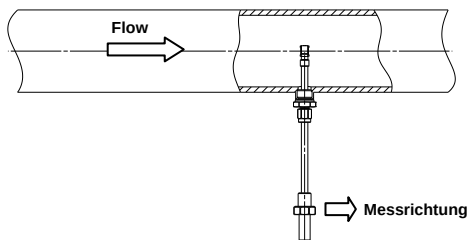
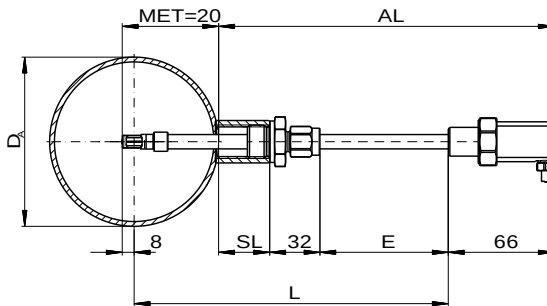

Abbildung 1: Positionierung im Rohr
Abbildung 3
Der Sensor misst die Strömungsgeschwindigkeit nur in der auf Gehäuse und Sensorkopf angezeigten Richtung (Pfeil) korrekt. Daher ist darauf zu achten, dass der Sensor richtig zur Strömungsrichtung ausgerichtet wird (siehe Abbildung 1), wobei eine Verkippung bis zu $\pm 3^\circ$ zulässig ist³.
Die Mitte des Kammerkopfs, auf die sich auch die Längenangabe L des Fühlers bezieht (siehe Abbildung 3), stellt den eigentlichen Messort der Strömungsmessung dar und sollte möglichst günstig in der Strömung, also in der Rohrmitte, platziert sein (siehe Abbildung 1).
Der Sensor wird mithilfe seiner integrierten Durchgangsverschraubung (DG) auf das Rohr montiert. Typischerweise wird hierfür eine Muffe als Anschlussstutzen auf ein Loch in dem mediumsführenden Rohr geschweißt, in die das Außengewinde G½ der DG eingeschraubt wird (siehe Abbildung 3).